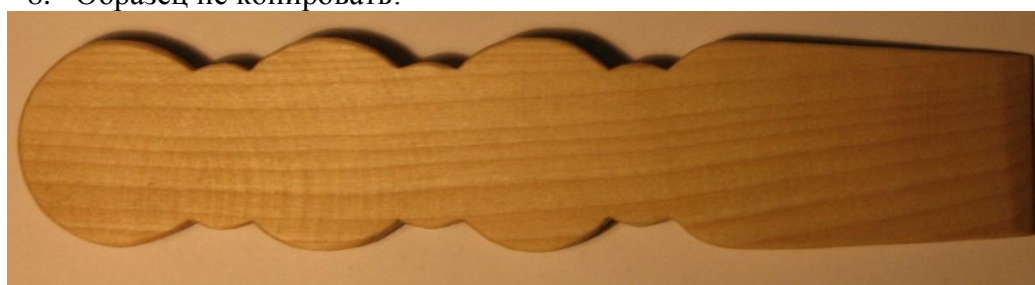

Рис. 1. Образец декоративной лопаточки
1. По указанным данным *разработать чертеж декоративной лопаточки в М 1:1* (Рис.1). Чертеж оформлять на формате А4, с выполнением рамки и основной надписи.